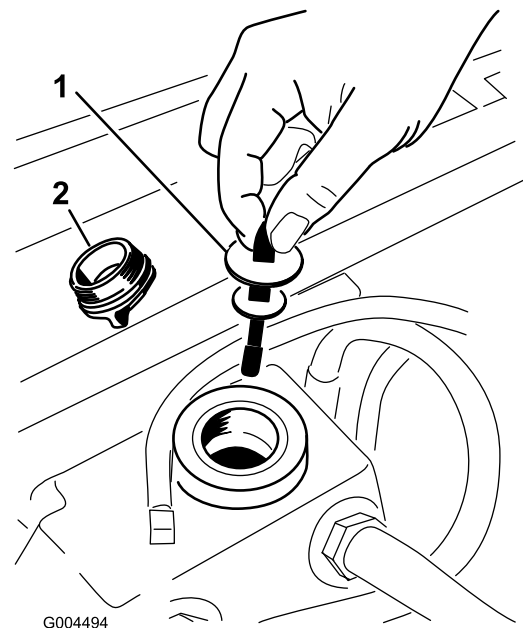

Figura 95
5. Retire el tapón de llenado de aceite hidráulico del cuello de llenado (Figura 95).
6. Retire la varilla y límpiela con un paño limpio (Figura 95).
7. Introduzca la varilla en el cuello de llenado; luego retírela y verifique el nivel del aceite (Figura 95).